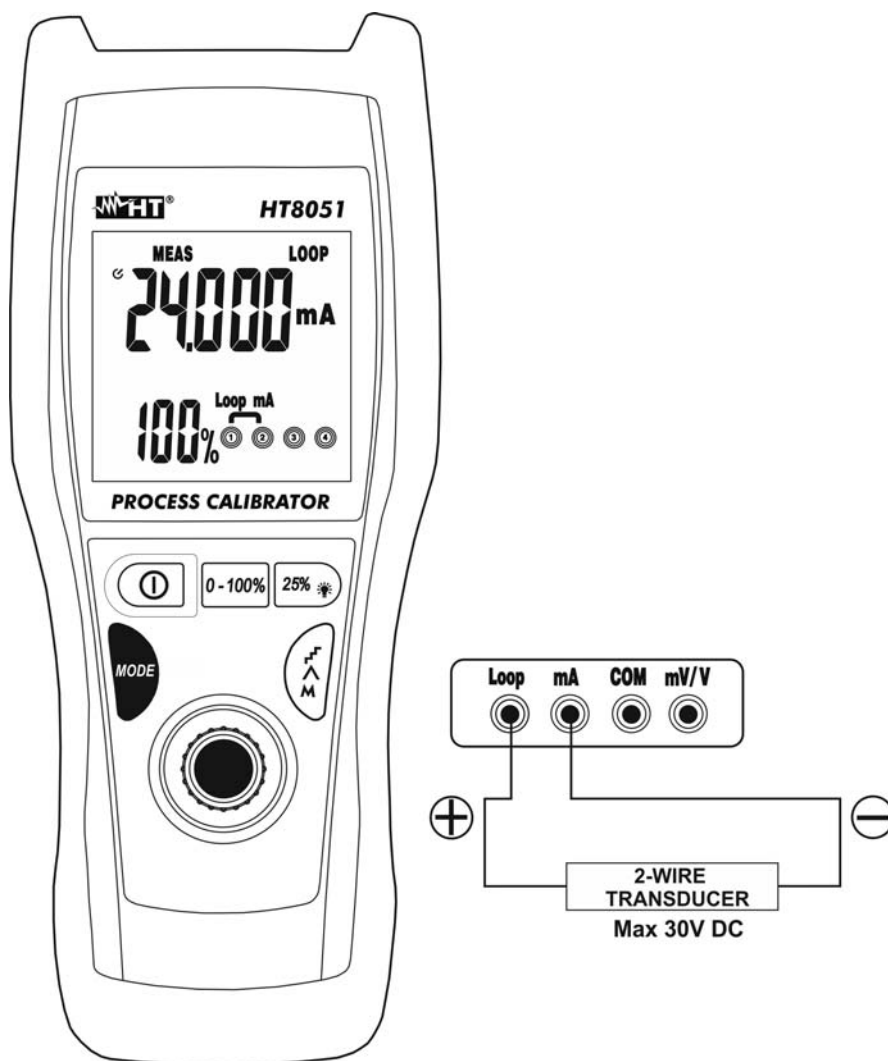

Fig. 7: Misura di corrente DC in uscita da trasduttori esterni (Loop)
4. Collegare il puntale verde ed il puntale nero al trasduttore esterno rispettando la polarità ed il verso della corrente (vedere la Fig. 7)
6. Il messaggio **"-OL-"** indica che la corrente in esame eccede il valore massimo misurabile dallo strumento. Per la generazione del valore negativo della tensione ruotare i puntali di misura in verso opposto rispetto alla connessione di Fig. 7